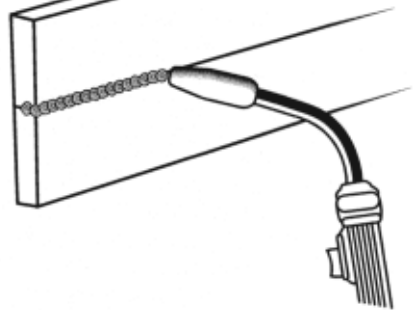

Figure 22. Position horizontale
2. La **POSITION HORIZONTALE** (figure 22) est la deuxième dans les niveaux de difficulté. Elle s'exécute sensiblement comme la position à plat, sauf que l'angle B (voir **COMMENT TENIR LE PISTOLET**, à la page 19) est tel que le fil, et donc la force de l'arc, est dirigé plus avant sur le métal, au-dessus du joint de soudure. Ceci aide à empêcher le bain de fusion de couler vers le bas, tout en permettant une vitesse de voyage suffisamment lente pour assurer une bonne pénétration. Un bon point de départ pour l'angle B est d'environ 30 degrés À PARTIR DU BAS, perpendiculairement à la pièce de travail.